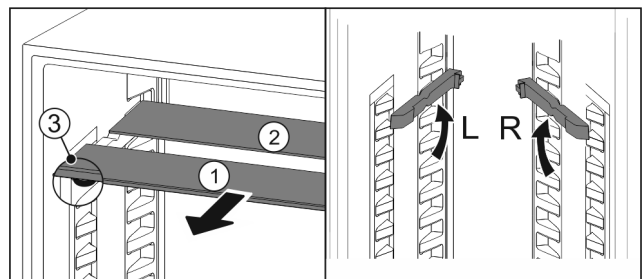

Fig. 21
- Glasplatten einzeln nach vorne herausziehen Fig. 21 (1).
- ▷ Glasplatte *Fig. 21 (1)* mit Zierleiste liegt vorne.
- ▷ Stopps *Fig. 21 (3)* zeigen nach unten.